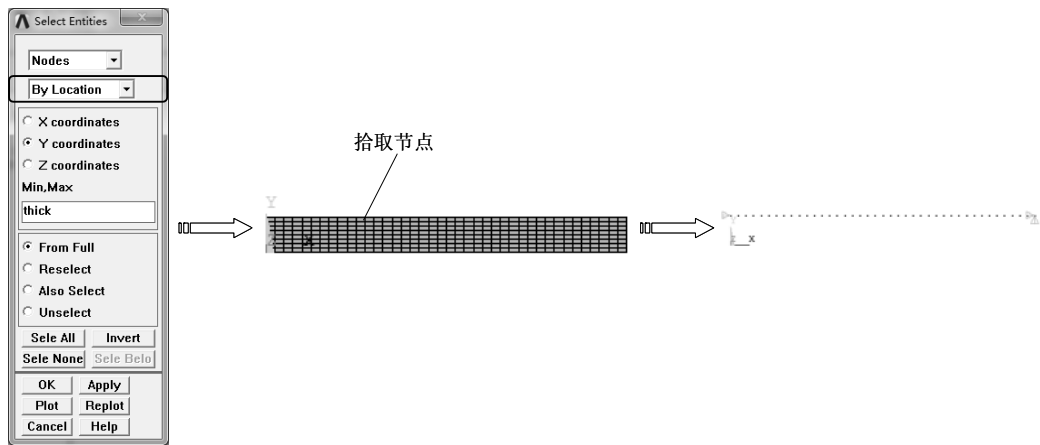

图 9-64 选择节点
5) 选择 “Utility Menu> Select>Entities” 命令，弹出 “Select Entities” 对话框，选择拾取对象为 “Nodes”，拾取方式为 “By Location”，选择 “Y coordinate” 选项和 “From Full” 选项，在 “Min, Max” 文本框中输入 “thick”，单击 “Apply” 按钮完成，单击 “Plot” 按钮显示所选取的节点，如图 9-64 所示。